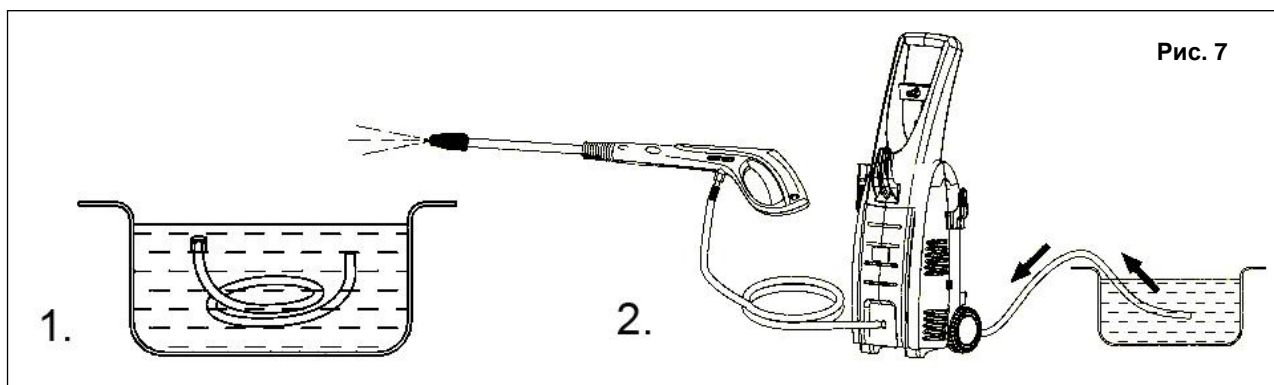

Рис. 7
- Соедините трубку высокого давления с пистолетом, вставив и повернув ее до упора на соединительной муфте пистолета (См. Рис.7).
- Погрузите водопроводный шланг в емкость с водой (См. Рис. 7), дайте ему наполниться водой. Выход всех воздушных пузырьков из шланга укажет на заполнение шланга водой.